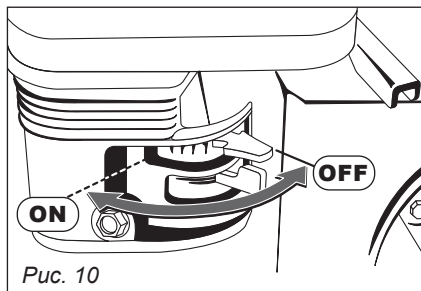

Рис. 10
4. Поверните ручку управления воздушной заслонкой в положение «ON» (холодный старт двигателя), рис. 10.
7. После запуска двигателя, переведите ручку управления воздушной заслонкой управления в положение «OFF» (рис. 10).